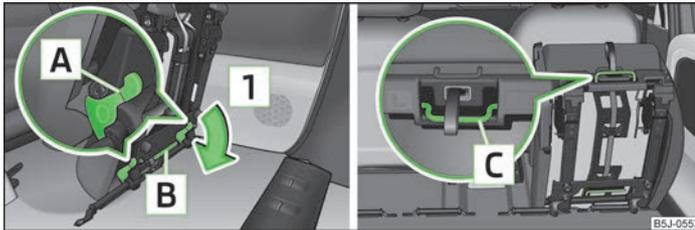

Abb. 41 Vorgeklappten Sitz entriegeln / Tragegriffe an der Sitzfläche
- › Den vorgeklappten Sitz durch Drücken der Sitzverriegelungen **A** » Abb. 41 in Pfeilrichtung **1** entriegeln.
- › Den äußeren Sitz vorklappen » Seite 52, *Sitzlehne vorklappen und Sitz komplett vorklappen* und entriegeln » Abb. 41 auf Seite 53.